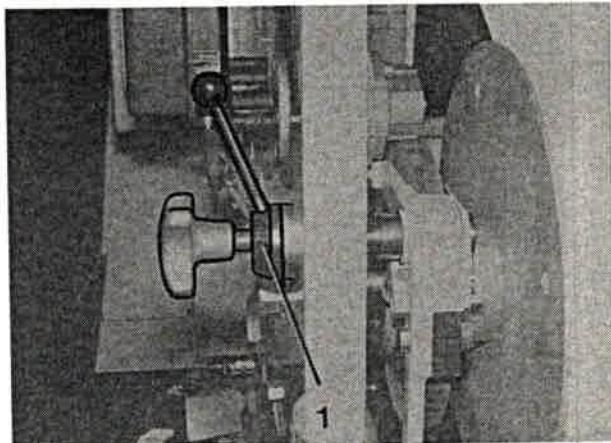

Bild 246
1. Kontervorrichtung (Bild 246/1) lösen und Einwicklerrolle bei laufender Maschine durch entsprechendes Verdrehen des Sterngriffs –